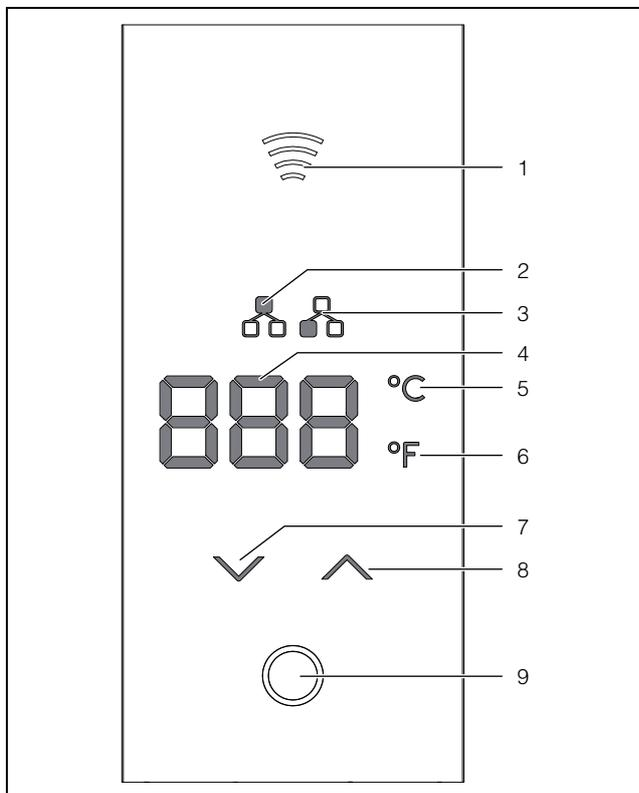

Fig. 51: Display
A tela possui um display de 7 segmentos (fig. 51, item 4). Pouco tempo depois de ligar a alimentação de energia (cerca de 10 segundos), a temperatura interna aparece na tela e fica permanentemente visível enquanto não for mostrada nenhuma mensagem de problema ou do sistema. Se houver mensagens, elas serão visualizadas alternando com a indicação da temperatura.